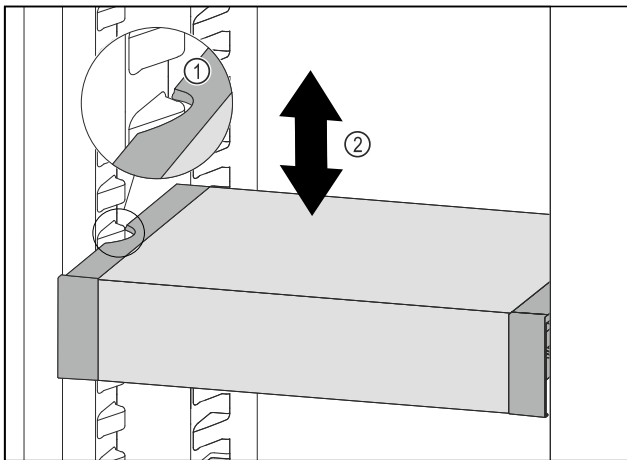

Fig. 116
- VarioSafe nach vorne ziehen, bis sich die seitlichen Aussparungen des VarioSafes auf Höhe der Behälterrippe im Kühlteil befinden. Fig. 116 (1)
- VarioSafe im Kühlteil nach oben oder unten bewegen, bis gewünschte Höhe erreicht ist. Fig. 116 (2)